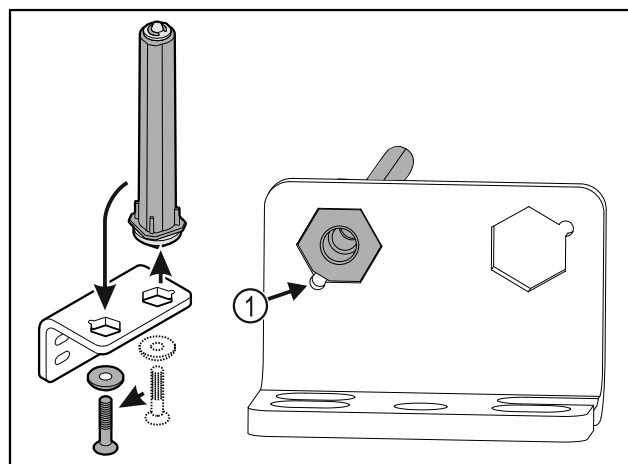

Fig. 34
- ▶ Atkreipkite dėmesį į tai, kad įstatant nuožulni kaiščio pusė Fig. 34 (1) nukreipta į apvalią skylę.